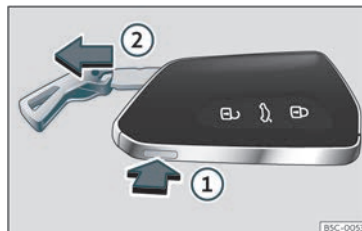

Fig. 67 Chiave del veicolo: estrarre lo spadino della chiave.
- Premendo una volta il pulsante »» fig. 67 ① si sblocca la chiave e compare un occhio che funge da portachiavi.
- Tenere premuto il pulsante ① e contemporaneamente tirare l'occhietto in direzione della freccia »» fig. 67 ② per estrarre completamente lo spadino della chiave.